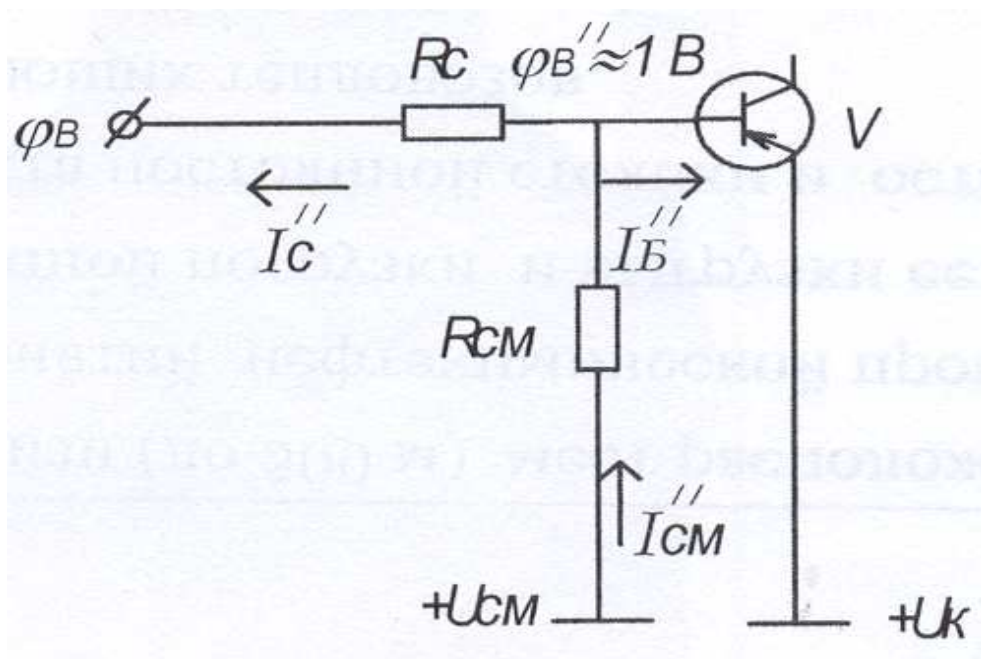

Рис. 4
Для определения  $R_c$  и  $R_{см}$  составляем второе уравнение, когда транзистор находится в закрытом состоянии (режим отсечки). В закрытом состоянии транзистора расчетная схема принимает вид представленный на рис. 4.
По схеме, представленной на рис. 4 составляем аналогичные (2) уравнения, в которых  $R_c$  и  $R_{см}$  неизвестны.